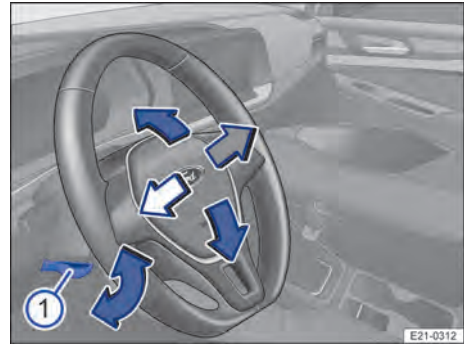

Abb. 63 Unter dem Lenkrad in der Lenksäulenverkleidung: Hebel für die Einstellung der Lenkradposition.
1. Hebel → Abb. 63 ① nach unten drücken.
3. Hebel → Abb. 63 ① fest nach oben drücken, bis er bündig mit der Lenksäulenverkleidung abschließt → ⚠.